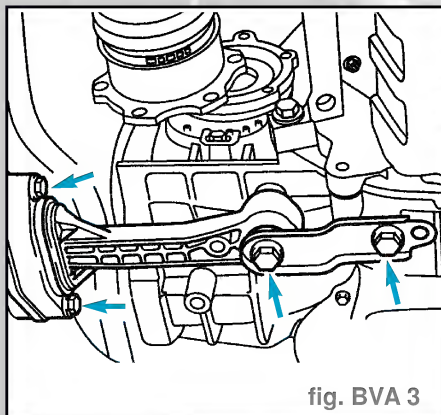

fig. BVA 3
- Dévisser l'appui pendulaire (fig. BVA 3).